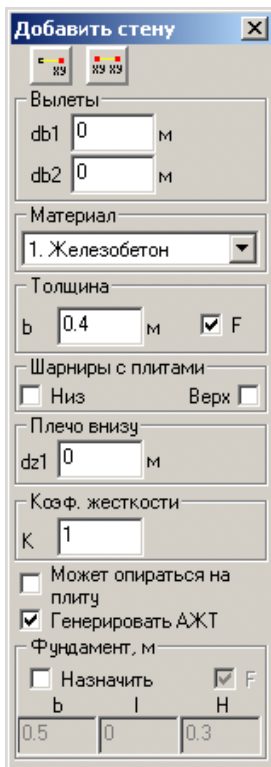

Рис.13.4.3 Окно диалога
- В открывшемся окне диалога **Добавить стену** (рис.13.4.3) задайте следующие параметры: